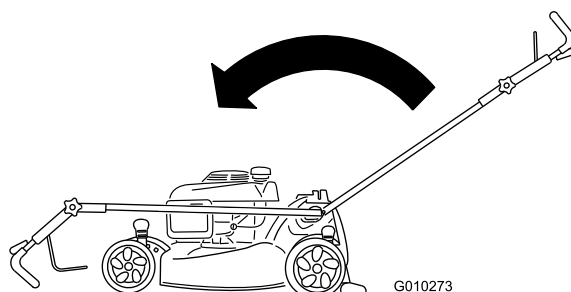

Figure 57
2. Repliez le guidon complètement vers l'avant et desserrez le bouton de la partie supérieure du guidon (Figure 57).